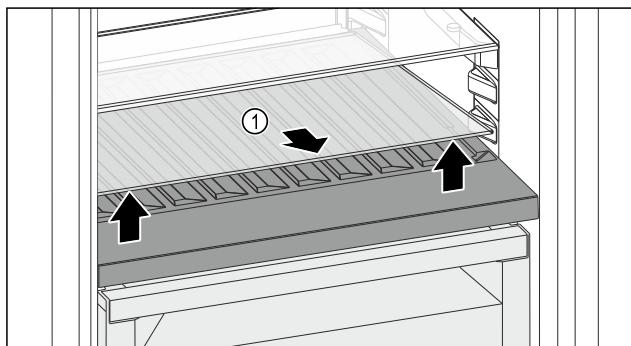

Fig. 98
- Повдигнете стъклена плоча Fig. 98 (1) при прореза отпред и извадете.
- Съхранявайте стъклена плоча Fig. 98 (1) на сигурно място извън уреда.